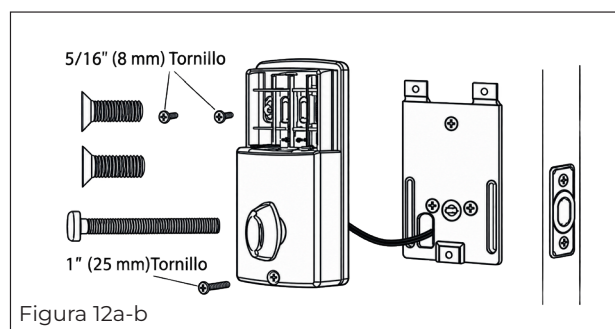

Figura 12a-b
- Coloque el montaje interior sobre la pieza de cola y empuje el montaje interior contra la puerta (Figura 12a-b).
- Usando dos tornillos de 5/16" (8 mm) y un tornillo de 1" (25 mm), fije el montaje interior a la placa de montaje. NO APRIETE DEMASIADO LOS TORNILLOS (Figura 12a-b).